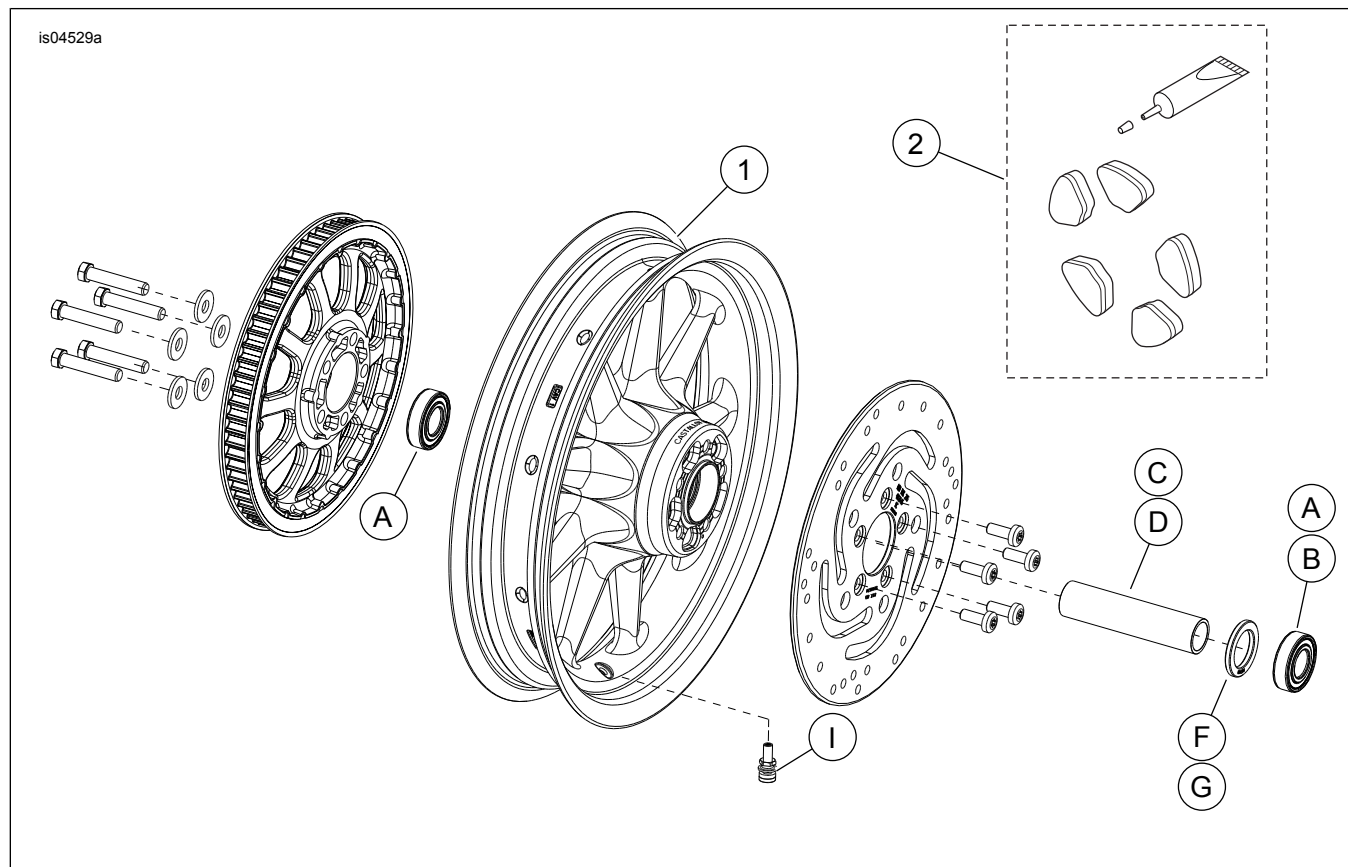

Figura 1. Peças de reposição: Rodas traseiras de nove raios
Veja a figura 1. e Tabela 2
2. Veja Figura 1. Instale o conjunto da haste de válvula (I) na roda. Consulte PNEUS no Manual de serviço.